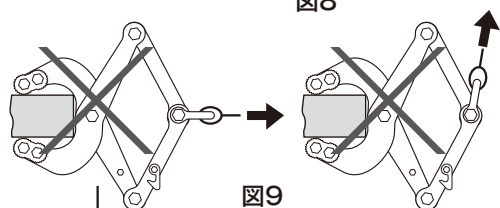

図9
- ◆ 吊り上げは、垂直吊りを厳守し、横引きや引き起こしは出来ません。(図9)